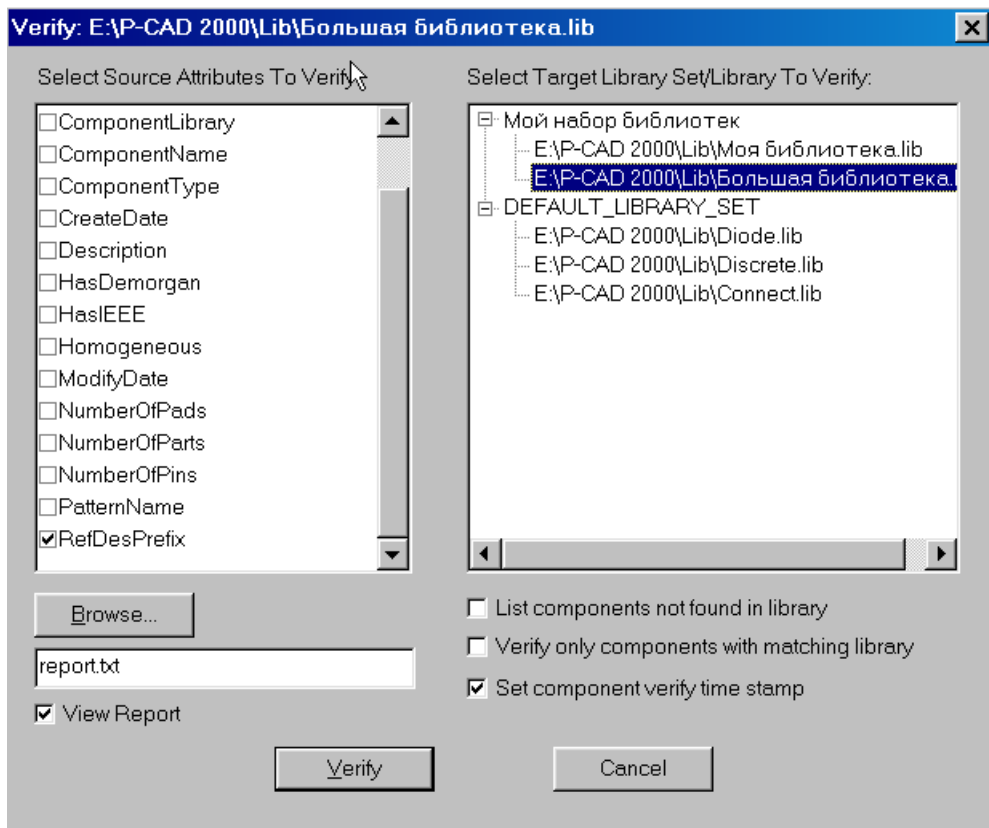

Рис. 8-11. Установка параметров проверки
2) Активизируйте команду **Table/Verify**. Появится окно **Verify** (рис. 8-11)
10) Установив все значения, как показано на рис. 8-11, нажмите кнопку **Verify** для запуска процесса проверки. В качестве примера на рис. 8-12 приведен фрагмент файла отчета.